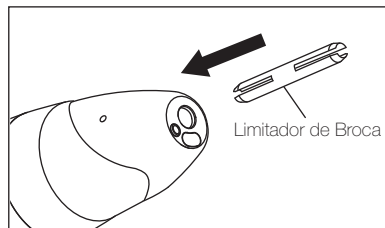

Fig. 2
- 2) Insira o limitador de broca fornecido na pinça. (Fig. 2)